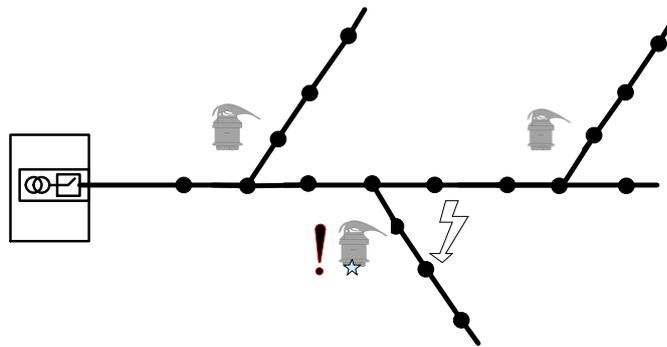

Рисунок 6 – Установка комплектов на линии с коротким стволом и длинными ответвлениями
- на линии с коротким стволом и длинными ответвлениями комплекты устанавливаются на ответвлениях вблизи мест разветвления, на ближайших к месту разветвления промежуточных опорах (Рисунок 6);